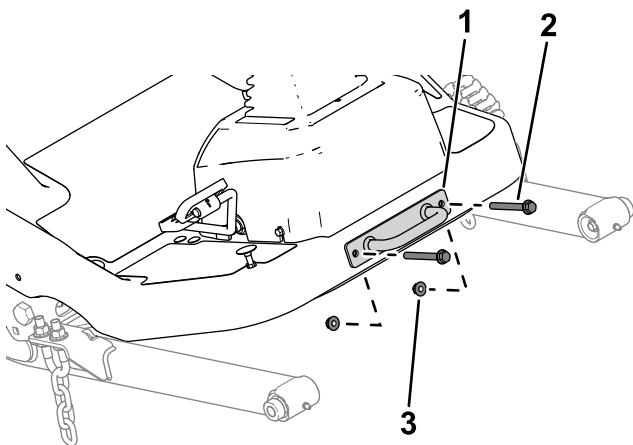

Bild 17
1. Entfernen Sie die Befestigungshalterung von der Plattform (**Bild 17**).